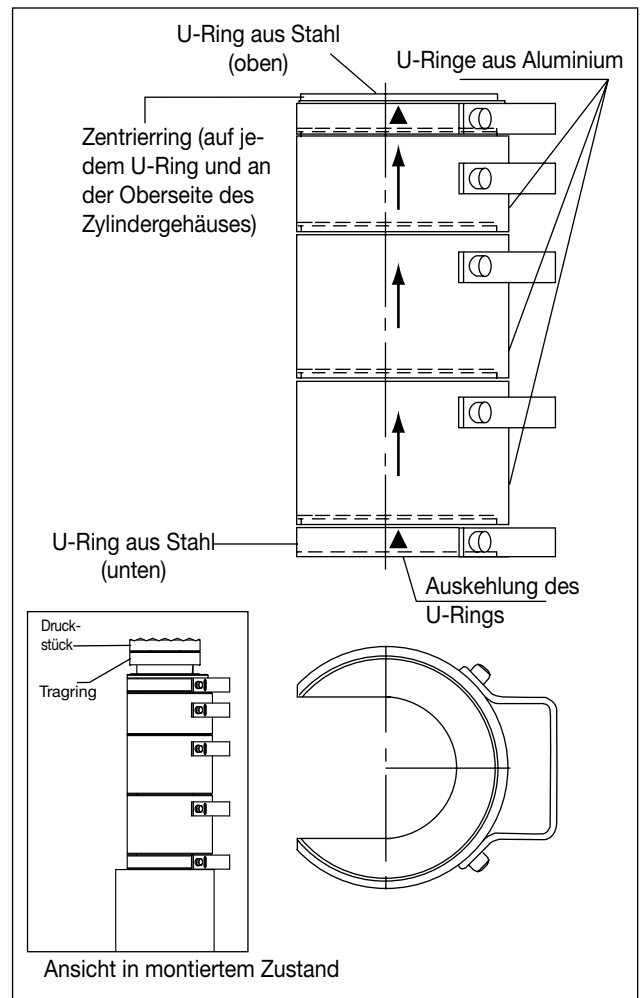

Abbildung 6: U-Ring-Erweiterung (typisch)
5.8 U-Ring-Anweisungen (siehe Abbildung 6)